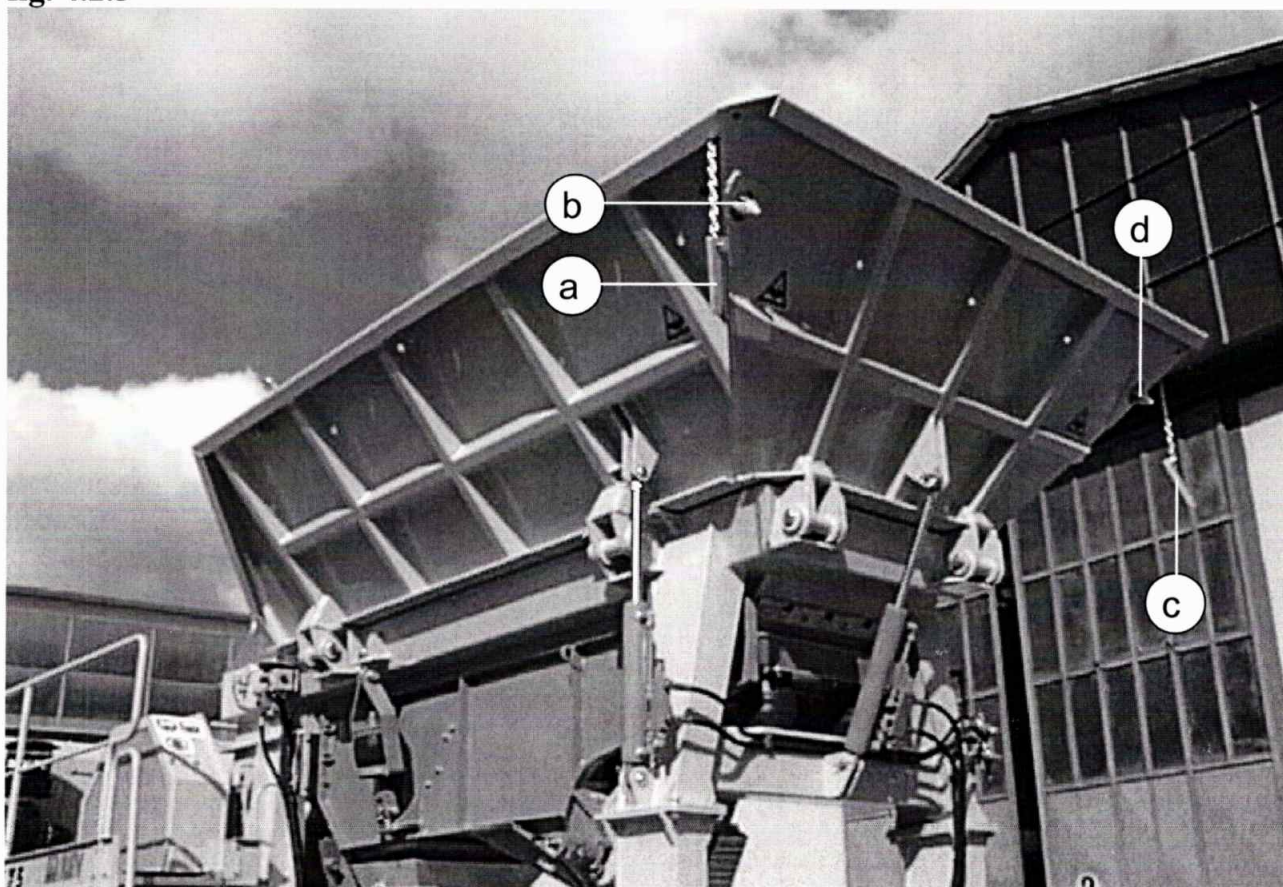

fig. 4.2.4
- 5) sfilare i cunei di bloccaggio indicati dai particolari (a) e (c) di fig. 4.2.4 che bloccano la sponda posteriore rispettivamente nei punti indicati dai particolari (b) e (d) di fig. 4.2.4;